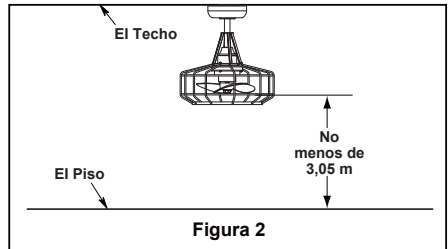

Figura 2
Uso de perfil profundo (Figura 2)
2. Retire el clip de horquilla y pasador de horquilla de la parte inferior de la bola para colgar. Retener el pasador y clip para la reinstalación en el paso 4. (Figura 2)
Debe colgar el ventilador a una distancia mínima de 3,05 m desde la ventilador de techo hasta el piso. (Figura 2)
Para evitar una posible descarga eléctrica, asegúrese de cortar la alimentación eléctrica de la caja de fusibles principal antes de alambra el ventilador. (Figura 2)
2. Coloque y ajuste firmemente la cubierta para el tornillo de la base sobre los tornillos de reborde de la abrazadera para colgar mediante el mecanismo de seguro por giro del chavetero. (Figura 2)
2. Restaure la fuente de alimentación de la toma de corriente enciendo la electricidad del fusible principal. (Figura 2)